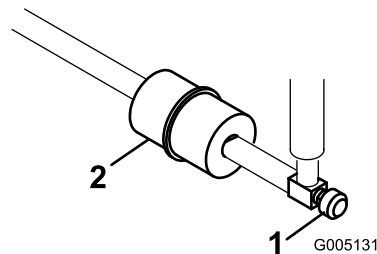

图31
管线式燃油滤清器位于油箱与化油器之间的燃油管内（图31）。
1. 关闭燃油切断油阀（图31）。
2. 将放油盘放到滤清器下方，拧松滤清器化油器侧的软管夹，然后从滤清器中取出燃油管线（图31）。
3. 松开另一个软管夹，然后取下滤清器（图31）。